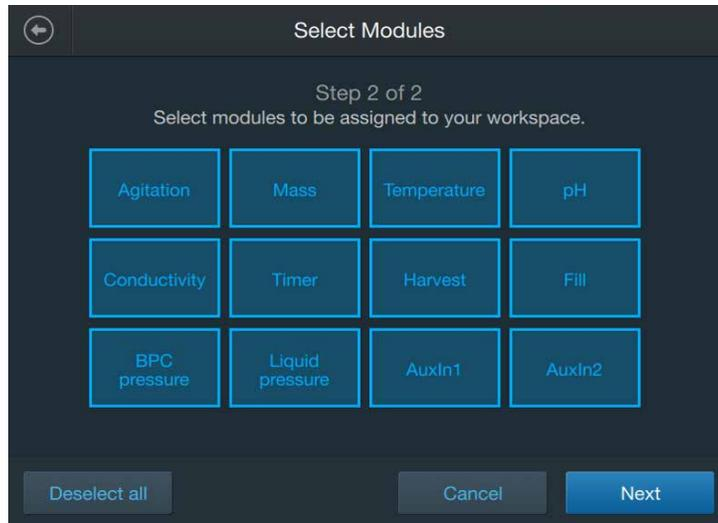

Abbildung 3.14. Auswählen von Modulen.
4. Im daraufhin angezeigten Bildschirm „Select Modules“ (Module auswählen) können Sie bei Bedarf weitere Module auswählen (Abbildung 3.14). Tippen Sie auf die Module, die Sie verwenden möchten, um sie dem Bildschirm „Home“ (Start) hinzuzufügen. Um ein Modul abzuwählen, tippen Sie erneut auf die Schaltfläche. Wenn Sie fertig sind, tippen Sie auf „Next“ (Weiter).